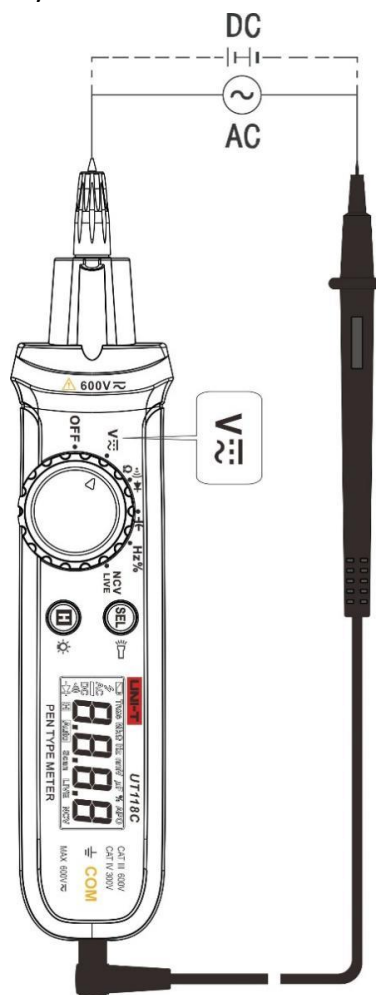

Figura 3
11.1 Misura della tensione CC/CA (Figura 3)